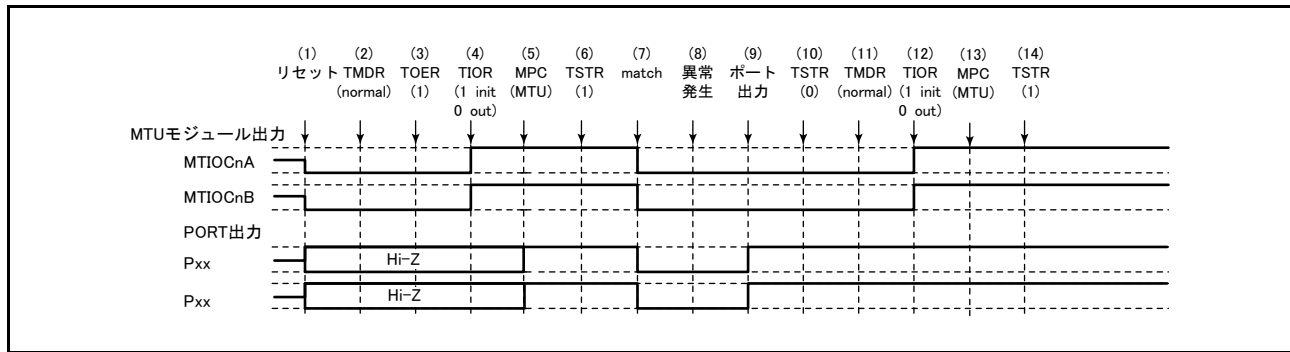

図 22.145 ノーマルモードで異常が発生し、ノーマルモードで復帰する場合
ノーマルモードで異常が発生し、再設定後ノーマルモードで再スタートする場合の説明図を図 22.145 に示します。
(1) ~ (10) は図 22.145 と共通です。
(11) PWM モード 1 を設定します。
(12) TIOR レジスタで端子を初期化してください (PWM モード 1 では MTIOCnB (MTIOCnD) 端子に波形が出力されません。出力すべきレベルがある場合は、I/O ポートのポート方向レジスタ (PDR)、ポート出力データレジスタ (PODR) で汎用出力ポートの設定をしてください。
(13) MPC と I/O ポートのポートモードレジスタ (PMR) で MTU 出力としてください。
(14) TSTRA レジスタで再スタートします。
(11) PWM モード 2 を設定します。
(12) TIOR レジスタで端子を初期化してください (PWM モード 2 では周期レジスタの端子に波形が出力されません。出力すべきレベルがある場合は、I/O ポートのポート方向レジスタ (PDR)、ポート出力データレジスタ (PODR) で汎用出力ポートの設定をしてください。
(11) 位相計数モードを設定します。
(12) TIOR レジスタで端子を初期化してください。
- (11) TIOR レジスタでノーマルモードの波形生成部を初期化してください。
- (12) TIOR レジスタでノーマルモードの波形生成部の動作を禁止してください。
- (13) TOERA レジスタで MTU3、MTU4 の出力を禁止してください。
- (14) TOCR1A、TOCR2A レジスタで相補 PWM の出力レベルと周期出力の許可禁止を選択してください。
- (15) 相補 PWM を設定します。
- (16) TOERA レジスタで MTU3、MTU4 の出力を許可してください。
- (17) MPC と I/O ポートのポートモードレジスタ (PMR) で MTU 出力としてください。
- (18) TSTRA レジスタで再スタートします。
(1) ~ (13) は図 22.145 と共通です。
(14) TOCR1A、TOCR2A レジスタでリセット同期 PWM の出力レベルと周期出力の許可禁止を選択してください。
(15) リセット同期 PWM を設定します。
(16) TOERA レジスタで MTU3、MTU4 の出力を許可してください。
(17) MPC と I/O ポートのポートモードレジスタ (PMR) で MTU 出力としてください。
(18) TSTRA レジスタで再スタートします。